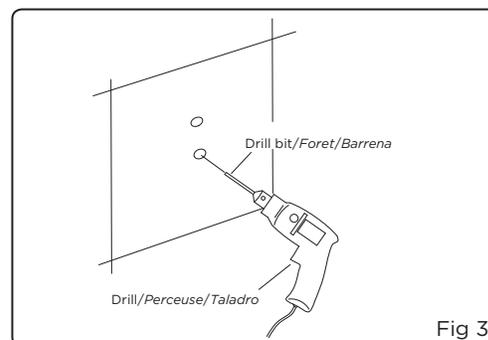

Fig 3
3. Using the drill bit, carefully drill four holes. TIP: INSTALL ONE POST, THEN ASSEMBLE SLIDE BAR AND CONFIRM HOLE POSITION OF SECOND POST BEFORE DRILLING (Fig 3).
À l'aide d'un foret, percerdément les quatre trous. CONSEIL: INSTALLER UN POTEAU, PUIS ASSEMBLER LA BARRE DE MONTAGE. VÉRIFIER LA POSITION DU TROU DU SECOND POTEAU AVANT DE PERCER (fig. 3).
À Use la broca para taladrar 4 orificios. DESPUÉS DE INSTALAR EL PRIMER MONTANTE, ENSAMBLE LA BARRA Y CONFIRME LA POSICIÓN DEL SEGUNDO MONTANTE ANTES DE TALADRAR (fig. 3).